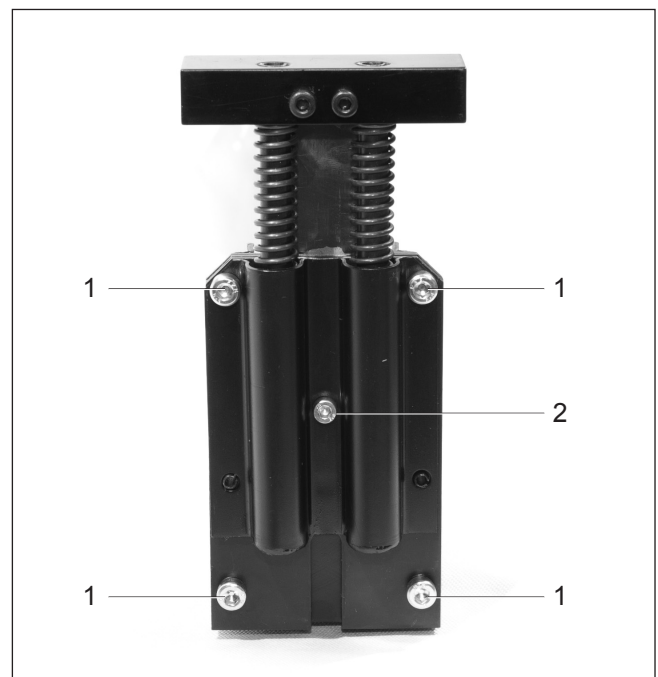

Fig. 11
- Desserrer d'un tour les cinq vis à tête cylindrique (Fig. 11/1 et 11/2).